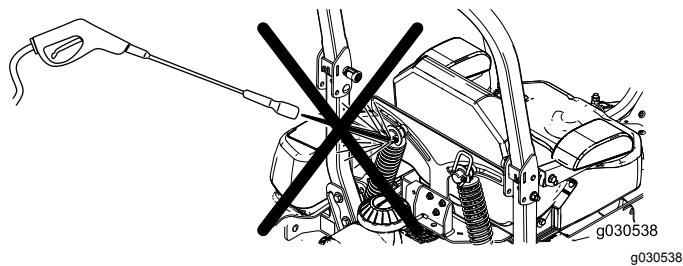

Figure 112
**Remarque:** Ne nettoyez pas les amortisseurs au jet d'eau (Figure 112).